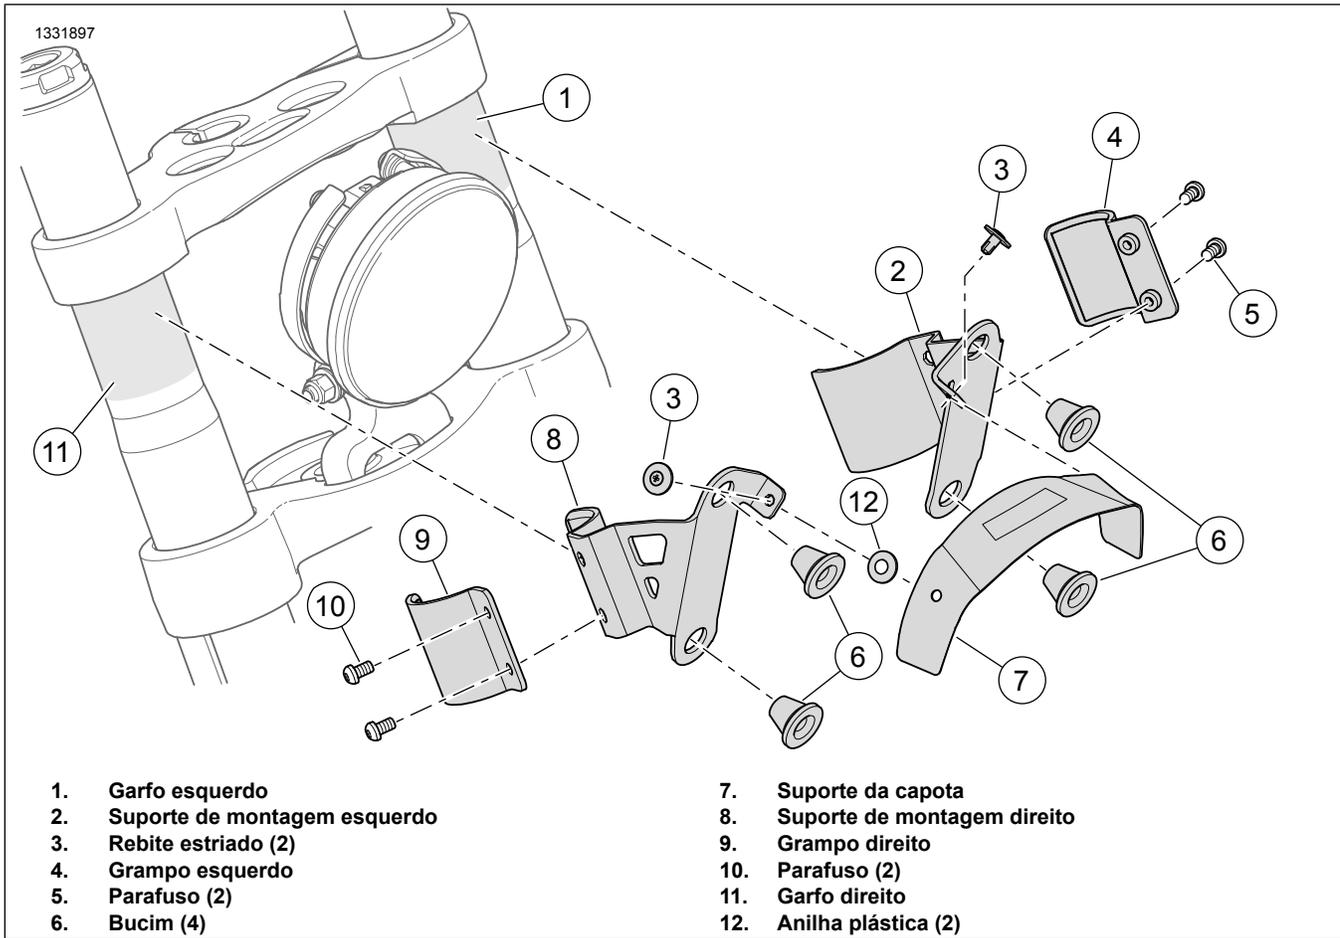

Figura 6. Montagem do suporte
2. Figura 6 Instale o conjunto de suporte de montagem esquerdo.
- a. Limpe a área de montagem do garfo esquerdo (1).
- b. Instale, com pouco aperto, o suporte de montagem esquerdo (2), a braçadeira (4) e os parafusos (5).
- a. Limpe a área de montagem do garfo direito (11).
- b. Instale, com pouco aperto, o suporte de montagem direito (8), a braçadeira (9) e os parafusos (10).
- a. Coloque a anilha plástica (12) em cada furo do suporte da capota (7).
- b. Alinhe os orifícios dos parafusos nos conjuntos dos suportes direito e esquerdo (2 e 8) com o suporte da capota (7).
- c. Certifique-se de que o suporte da capota (7) está centrado com o farol.
- d. Instale os rebites estriados (3) quando todos os suportes estiverem adequadamente alinhados.